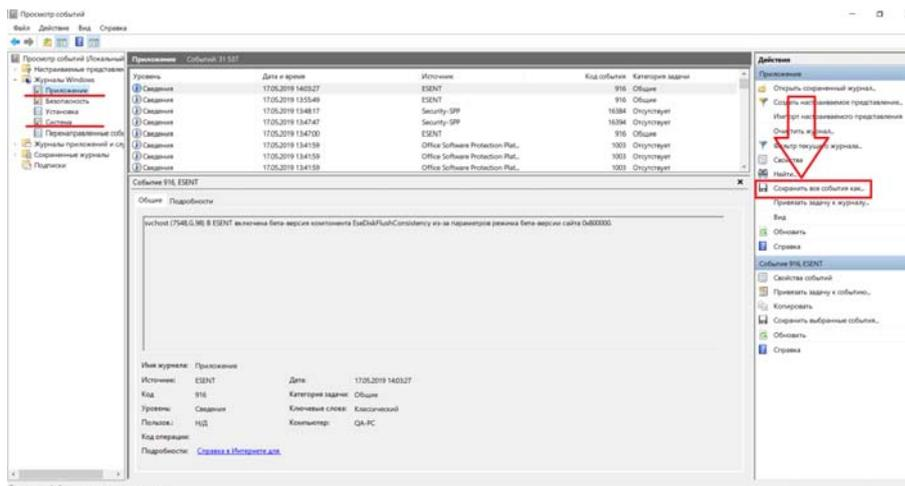

Рисунок 74 – Сохранить события
8.2.3 Выбрать вкладки «Приложение» и «Система», в каждой нажать кнопку «Сохранить все события» (Рисунок 74), в стандартном диалоговом окне выбрать папку для сохранения, назвать файлы, нажать кнопку «Сохранить».